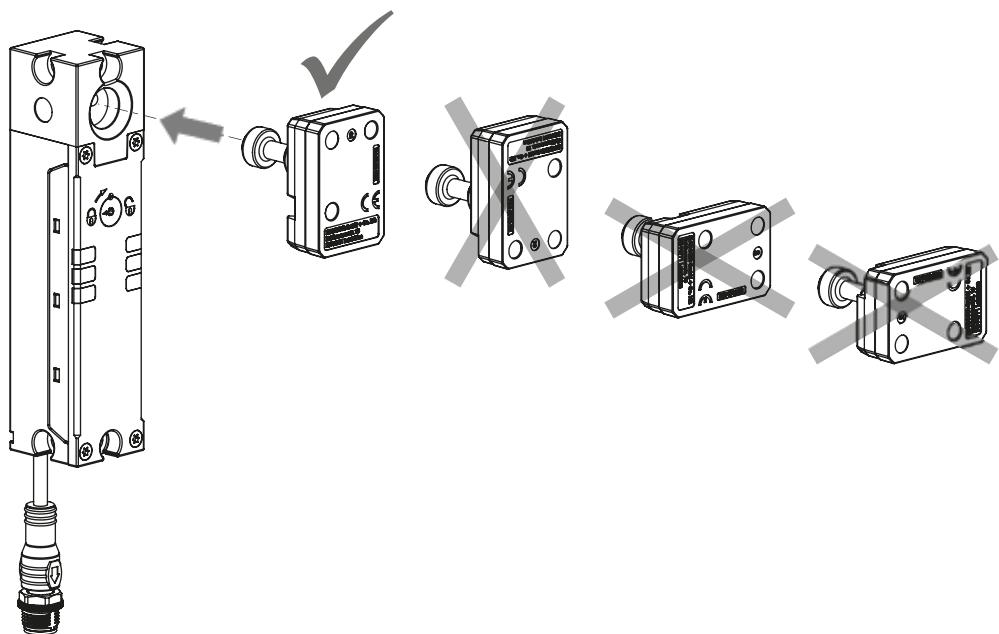

図 2: アクチュエーターの位置合わせ
- ・アクチュエーターと安全スイッチは、ガードを閉じたときにアクチュエーターがスイッチに垂直に完全に挿入されるよう取り付けてください（図 2 を参照）。正しく設置されていない場合、ガードロックの動作は保証されません。